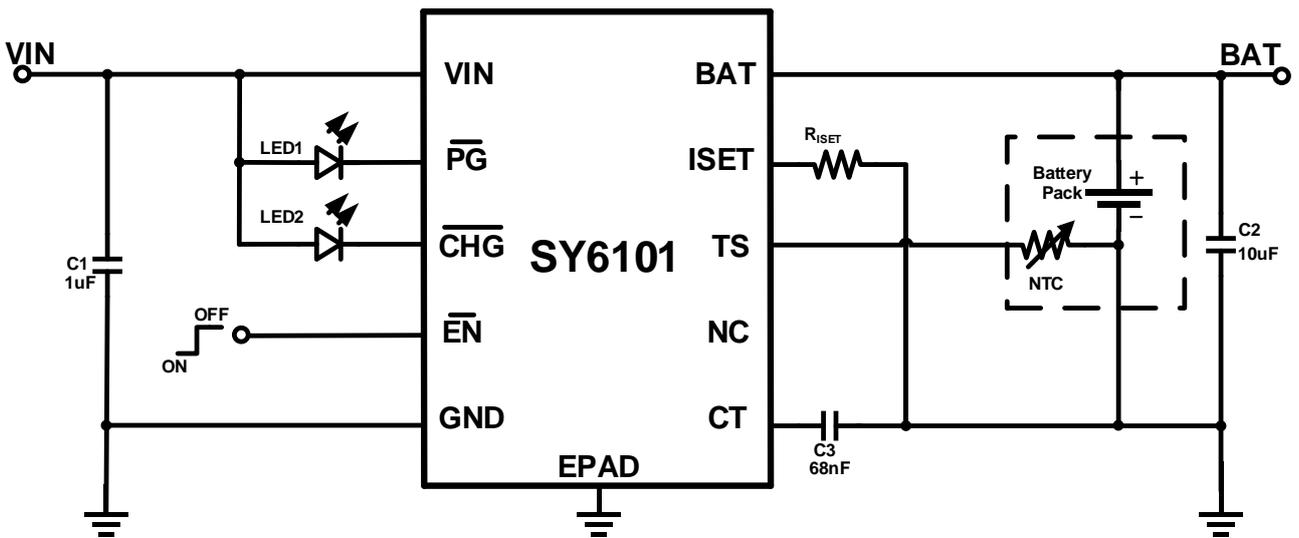

图 2 SY6101 典型应用电路 2
(2)图 2 使用 TS 为特殊分段 NTC 功能应用: 对应 SY6101-DLHRS, SY6101-DHHRs;